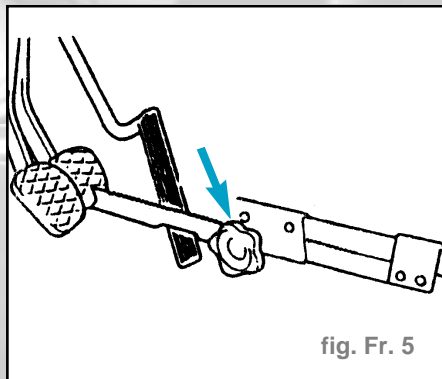

fig. Fr. 5
- Mettre en place le cale-pédale et enfoncer légèrement la pédale de frein. Cela évite qu'à l'ouverture des conduites de frein, du liquide de frein s'échappe du réservoir de compensation et que de l'air pénètre dans le circuit (fig. Fr. 5).
- Installer le cale-pédale et enfoncer légèrement la pédale de frein. Cela évite qu'à l'ouverture des conduites de frein le liquide de frein s'écoule du réservoir de compensation et que l'air pénètre dans le circuit (fig. Fr. 5).